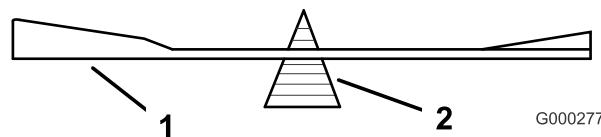
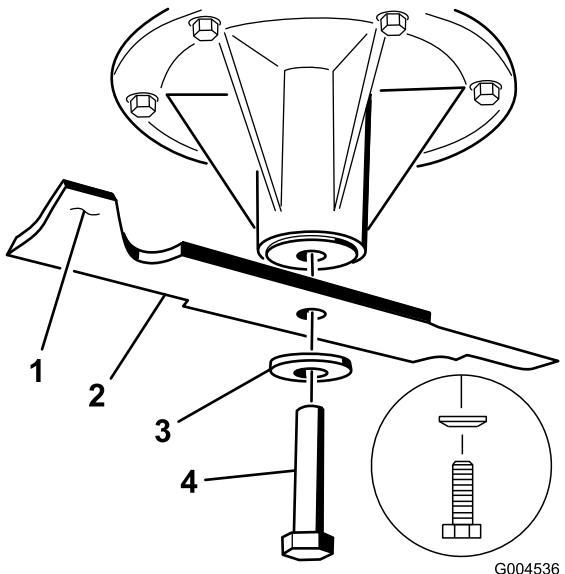

Figura 87
Figura 88
- Retire a cavilha da lâmina, a anilha curva, e a lâmina do eixo (Figura 88).
- Verifique o equilíbrio da lâmina colocando-a num equilibrador de lâminas (Figura 87). Se a lâmina ficar na posição horizontal é porque está equilibrada e pronta a ser utilizada. Se lâmina não estiver equilibrada, lime algum metal da extremidade da aba apenas (Figura 88). Repita este procedimento até a lâmina estar equilibrada.
1. Instale lâmina no eixo (Figura 88).
2. Instale a anilha curva e o parafuso da lâmina. O cone da anilha curva deve ser montado virado para a cabeça do parafuso (Figura 88).